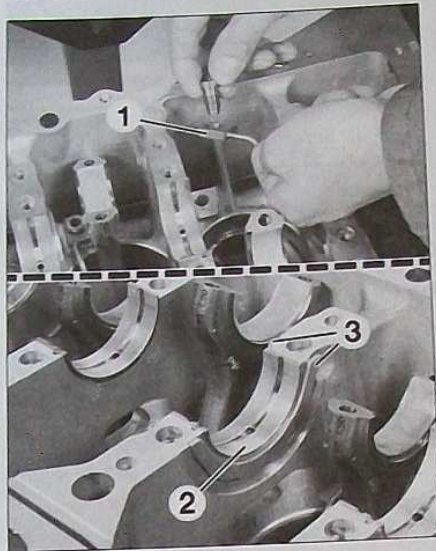

FIG.47
- Reposer les gicleurs de fond de pistons (1) (Fig.47).
- Monter dans le bloc-cylindres les coussinets (2) rainurés, huilés, suivant la classe déterminée pour chaque tourillon.
- Placer de chaque côté du palier n°2 (côté volant moteur), les cales de réglage (3) du jeu axial avec la face rainurée côté vilebrequin.